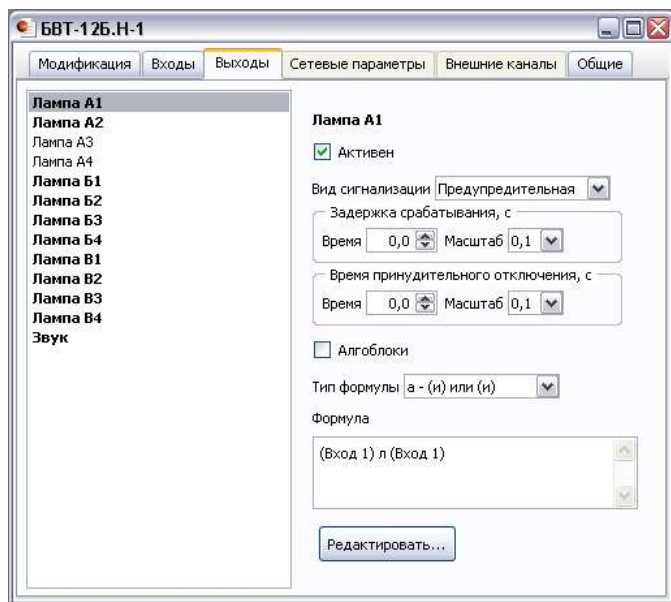

Рис. 12.10. Закладка «Выходы» окна файла конфигурации
2. В левой части выбранной закладки выбрать лампу или звуковой канал для конфигурирования (рис. 12.10).